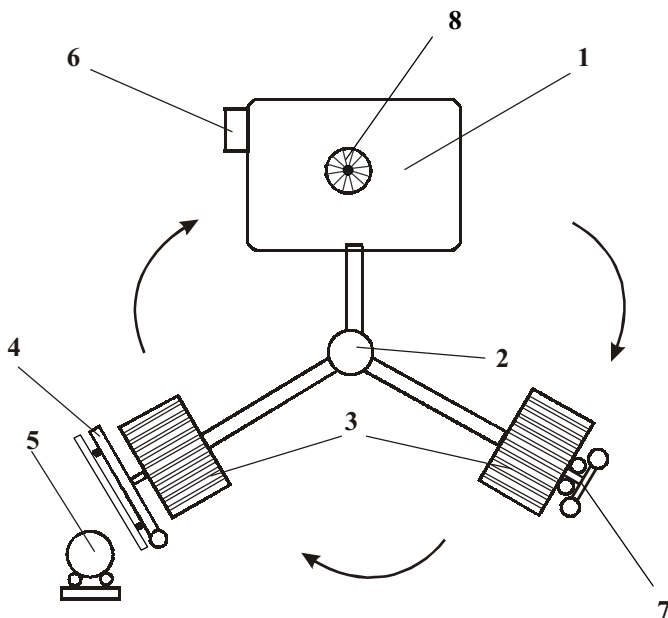

Рис. 1. Состав оборудования ТПЦ-450К
Термоусадочный упаковочный аппарат ТПЦ-450К (рис. 1) представляет собой сборно-сварную раму, на отдельных сегментах которой смонтированы термокамера 1 с пультом управления 6, термонож 4 со встроенным регулятором температуры и рулонодержателем и блоки воздушного
3. Собрать аппарат в соответствии с рис.1.